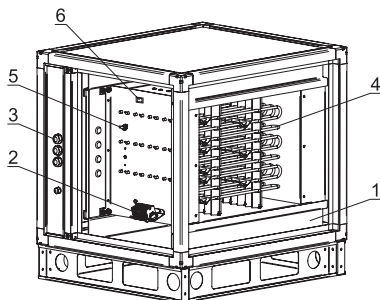

Рисунок 12
Секция воздушнонагревателя (рис.12) предназначена для нагрева воздуха, подаваемого установкой в обслуживаемое помещение и представляет собой корпус, расположенный на направляющих (1), в котором находятся гладкотрубные тены (4). Электрический воздушнонагреватель имеет встроенную защиту от перегрева – два независимых биметаллических термовыключателя с самовозвратом. Один (6) с температурой срабатывания 70°C как защита против перегрева, а второй (5) с температурой срабатывания 130°C для защиты от пожара. Отсек электроподключения расположен за съёмной панелью. Подключение питания к электрокалориферу (нагревателю) осуществляется через клеммную колодку (2), установленную на нем.